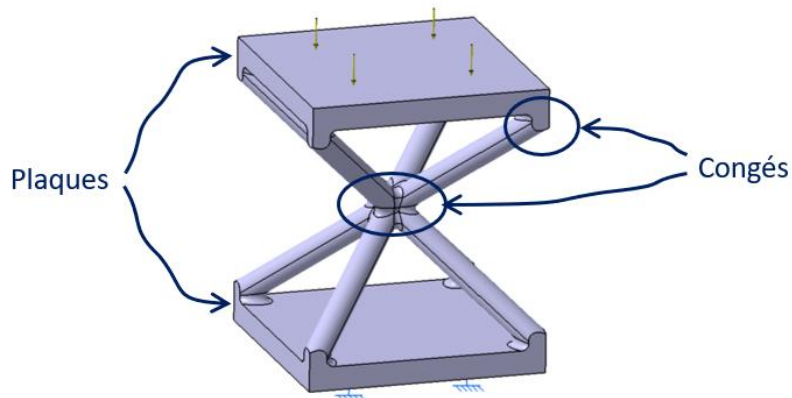

Figure 1 - Chargement en compression de la structure
Des motifs géométriques élémentaires de treillis vous sont fournis. Vous devez réaliser une optimisation paramétrique afin de dimensionner le diamètre des poutres du treillis permettant d'assurer à la fois la résistance de la structure en compression (Figure 1) et une masse minimale.
Trois fichiers CAO (.CATPart) correspondant aux motifs géométriques élémentaires de la Figure 1 vous sont fournis. Vous pouvez choisir le motif de votre choix pour réaliser le TP.
2. Créez successivement **deux plaques de 5 mm d'épaisseur sur deux faces opposées** du motif : tracez les esquisses nécessaires, puis réalisez des extrusions vers l'extérieur du motif (voir l'exemple à la Figure 1).